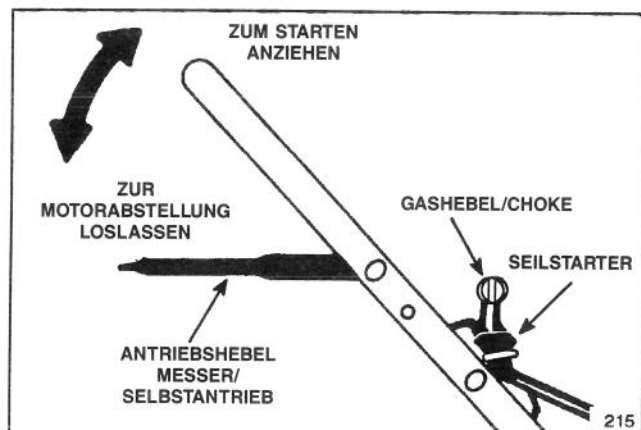
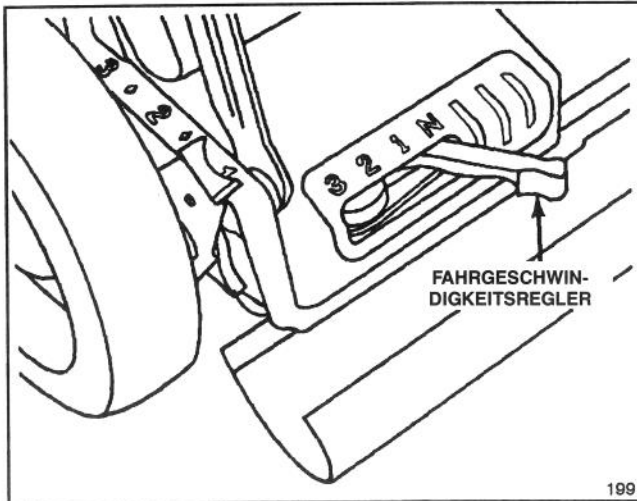
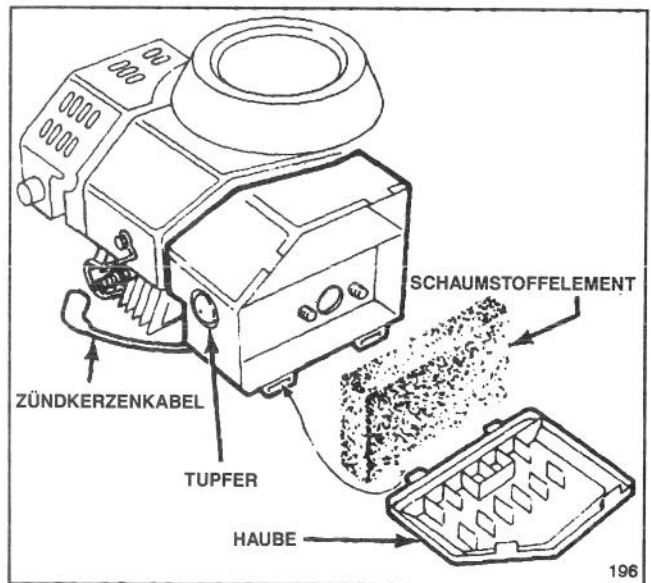

Abbildung 12
Abbildung 13
Abbildung 16
1. BEDIENUNGSELEMENTE—Gashebel, Messer/Selbstantriebshebel und Seilstarter befinden sich auf der Schiebestange oben (Abb. 12). Der Fahrgeschwindigkeitsregler ist am hinteren Mähergehäuse angeordnet (Abb. 13).
2. Zündkabel auf Zündkerze aufstecken (Abb. 16).
3. MOTORSTART—Der Fahrgeschwindigkeitsregler muß auf N stehen und der Gashebel auf CHOKE. Den Daumen auf das Loch in der Mitte des Tüpfers setzen und ein Mal drücken. (Abb. 16) Antriebshebel gegen Schiebbestange halten. Seilstarter betätigen (Abb. 12) bis Motor anspricht, dann kräftig ziehen, bis Motor anspringt. Gas bei laufendem Motor wunschgemäß regulieren.
5. ABSTELLEN DES MOTORS (Abb. 12)—Fahrgeschwindigkeitsregler auf N stellen. Antriebshebel loslassen, um Fahrtrieb, Motor und Messer abzustellen. Kabel aus der Zündkerze herausziehen, wenn der Mäher nicht beaufsichtigt oder benutzt wird.
1. Stellen Sie den Motor ab und ziehen Sie das Zündkabel aus der Zündkerze (Abb. 16).
2. Streifen an der Oberseite der Luftfilterhaube anheben und Haube abheben. Haube sorgfältig säubern (Abb. 16).
3. Falls die Außenseite des Schaumstoffelements schmutzig ist, vom Luftfiltergehäuse entfernen (Abb. 16). Sorgfältig säubern.
1. Den Motor abstellen und das Zündkabel aus der Zündkerze ziehen (Abb. 16).
1. Motor abstellen und Zündkabel aus der Zündkerze ziehen (Abb. 16).
1. Motor abstellen und Kabel aus der Zündkerze ziehen (Abb. 16).